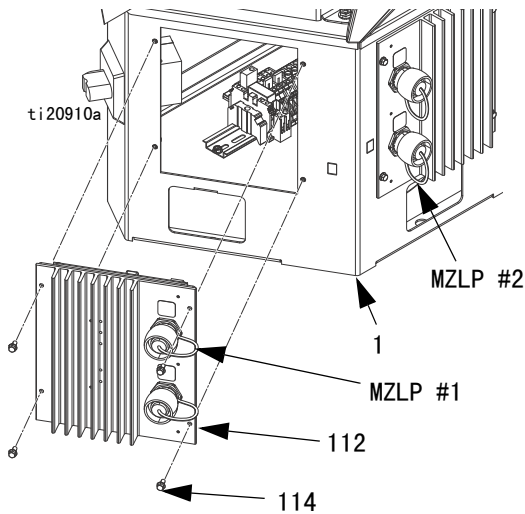

图 42
5. 卸下四个螺钉 (114) (用于将 MZLP (112) 固定到电气外壳 (1) 上)，然后从电气外壳中小心卸下 MZLP。参见图 42。
6. 如要更换 MZLP #1，请卸下子卡和间隔柱，然后重新将其安装到新的 MZLP。参见图 42，确定 MZLP #1 和 MZLP #2。